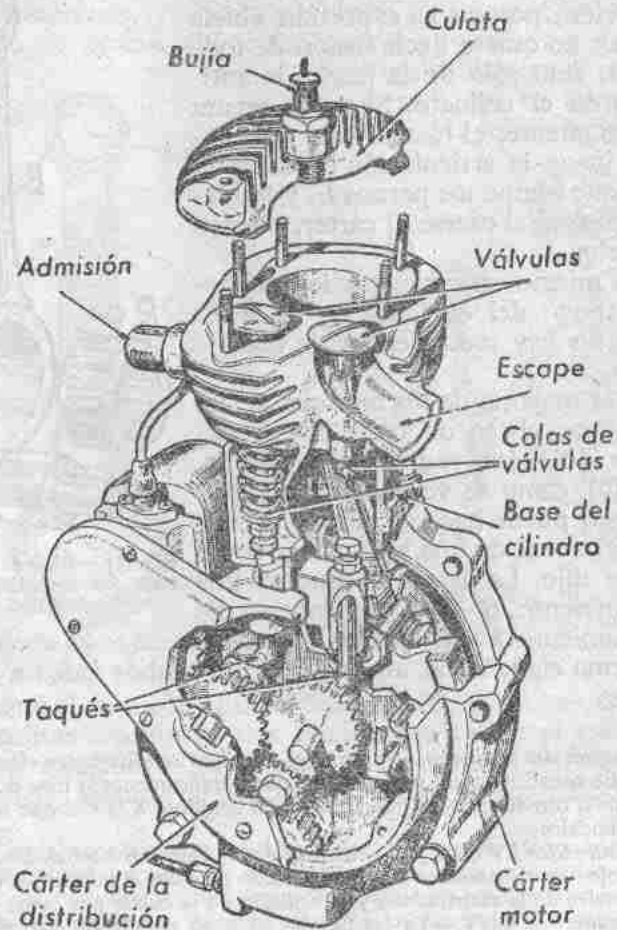

Fig. 52.—Motor de un cilindro con válvulas laterales.
**Monocilíndrico SV** (fig. 52).—Además de los elementos señalados y descritos en el dibujo—que representa el motor cortado para ver el interior—, examínense los engranajes de la distribución y la sujeción de la culata por cinco espárragos.